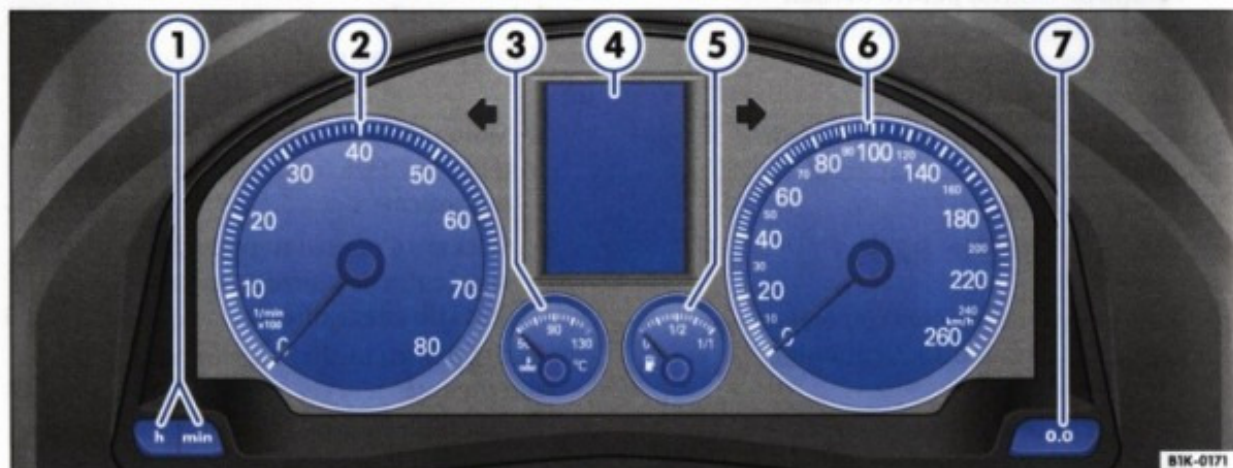

Fig. 3 Imagine din tabloul de bord: Tabloul de instrumente
Începutul zonei roșii a turometrului ⇒ pagina 6, fig. 3" ② reprezintă pentru toate treptele de viteză turația maximă admisă a motorului în regim normal de funcționare. Înaintea atingerii acestei zone, se va indica schimbarea vitezei într-o treaptă superioară sau selectarea poziției D, sau ridicarea piciorului de pe pedala de accelerație.
Contorul din partea dreaptă ③ înregistrează distanța parcursă la o singură deplasare. Ultima poziție a contorului este reprezentată de distanțele de 100 m. Contorul pentru o singură deplasare se poate reseta prin apăsarea butonului de resetare ⇒ pagina 6, fig. 3" ⑦.